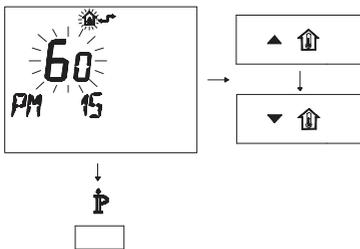

Figura 5.33
- Modifique el punto de consigna programado mediante los botones ▲ ⏮ o ▼ ⏭ hasta que aparezca un **punto de consigna de 60**; espere hasta que el número programado comience a parpadear (Figura 5.33)